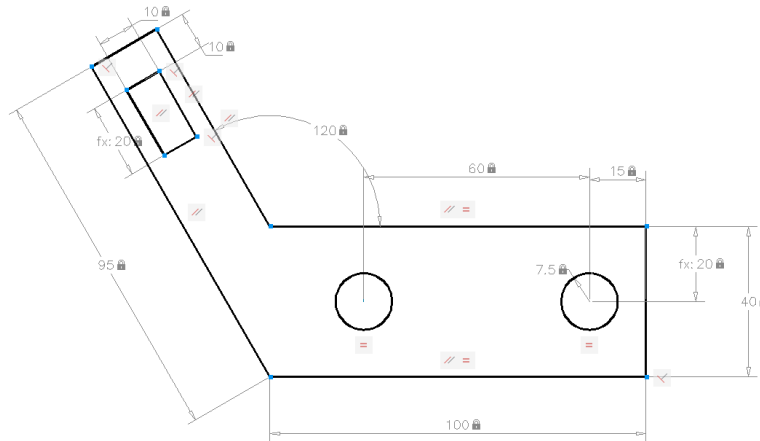

Рис. 5.6. Вигляд малюнку з накладеними параметрами
– на отвори накладено параметри відстані між отворами, відстані та діаметру правого отвору, положення центрів отворів. Кресленик має вигляд, схожий на рис. 5.6